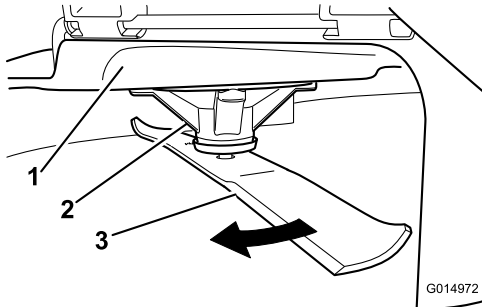

Figura 75
2. Purtați mâinile cu protecție corespunzătoare sau alte protecții adecvate pentru mâini și roți încet lama într-o poziție care vă permite să măsurați distanța dintre marginea de tăiere și suprafața uniformă pe care se află maina (Figura 75).